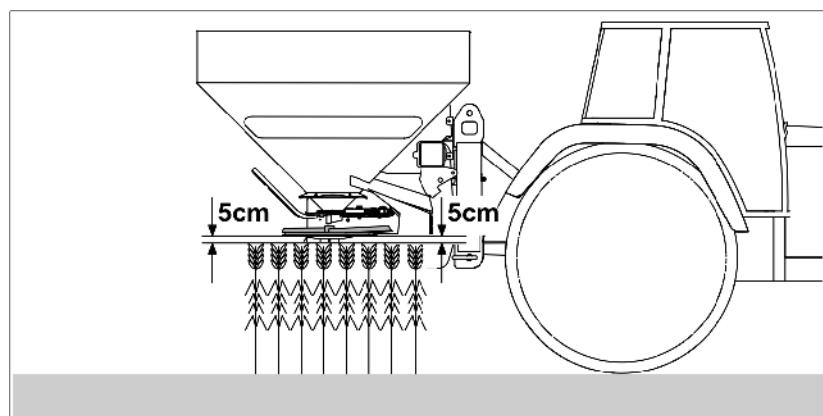

Fig. 37
- 2.1 Skru ut vingeskruen (Fig. 37/1) som fester spredeskiven, og trekk spredeskiven av girakselen.
3. Fest gjødselrennen (Fig. 37/2) på rammen.
4. Fest samlebeholderen på rammen ved hjelp av bøylen (Fig. 37/3) som vist på figuren.